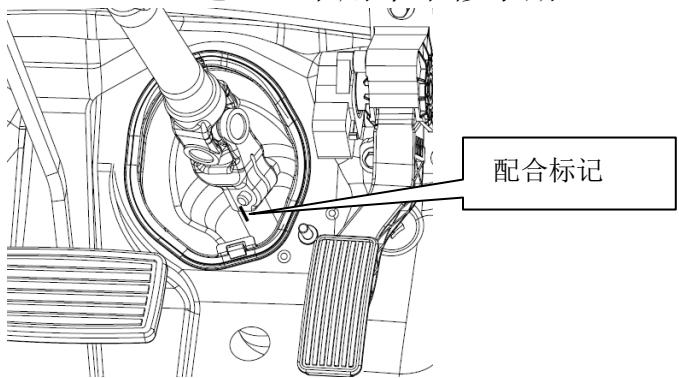

图 4-8
①在中间轴下端与转向器输入轴配合处做好配合标记，如图 4-8 所示。
②此时可以套上方向盘转动，使螺栓处于方便操作的位置，松开螺栓，拔出中间轴。